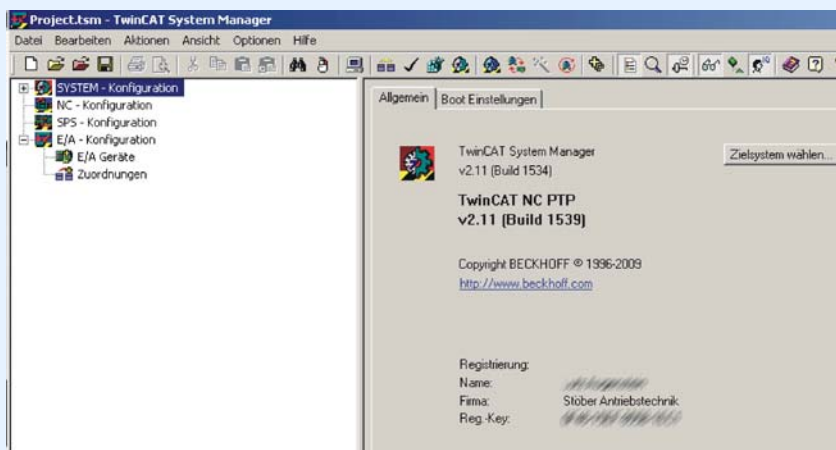

Abb. 11-1 Ansicht des TwinCAT® System Managers nach seinem Start.
4. Starten Sie den TwinCAT® System Manager. Abb. 11-1 zeigt die Ansicht des Programms nach dem Start.